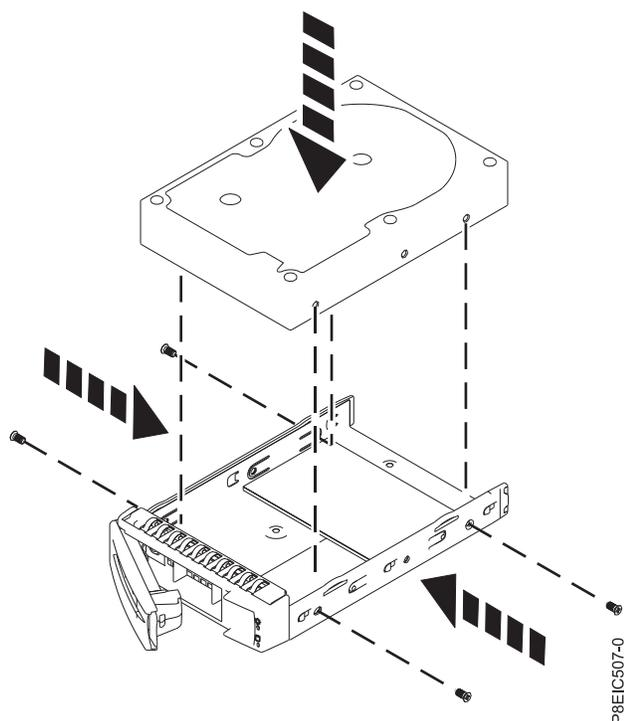

Figura 4. Montando a unidade de 3,5 polegadas na bandeja
- Uma unidade de 3,5 polegadas preenche a bandeja, conforme mostrado em Figura 4. Prenda a unidade às laterais da bandeja com quatro parafusos (2 de cada lado).